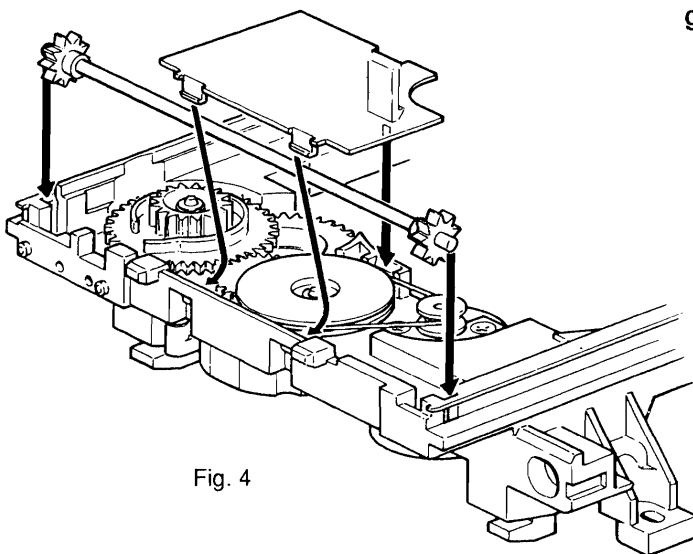

Fig. 4
- f) Monte o conjunto de guia de pinhões e a tampa como mostrado na Fig. 4